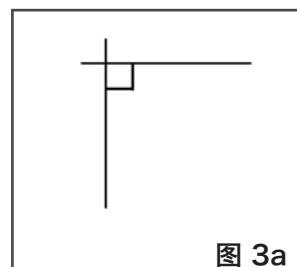
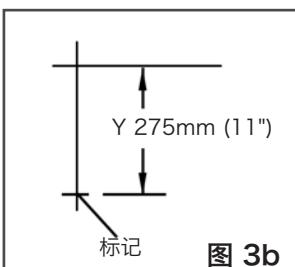
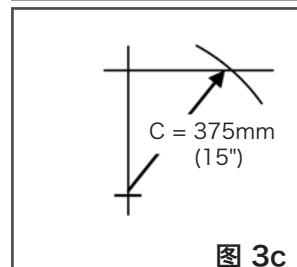

图 3a
图 3b
图 3c
3. 确定最终尺寸。在一个垂直平面上，使用水平仪绘制一条水平线和一条垂线形成一个直角（图3a）。从交叉点向下测量确定的“Y”尺寸并标记（图3b）。从修改的“Y”标记开始测量，旋转卷尺与“X”线交叉，在交叉处标记“C”尺寸（图3c）。从交点测量到“C”交点的距离，这就是新“X”尺寸（图3d）。